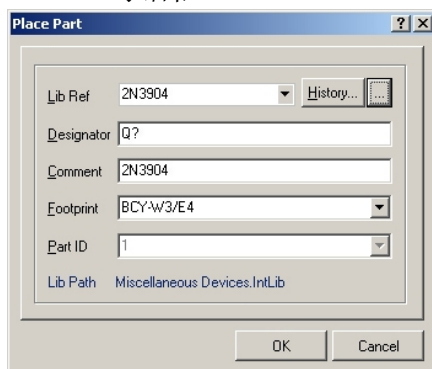

图 2.54 “Place Part”对话框
(1) 执行选单命令 Place\Part 或直接单击连线工具栏上的按钮，即可打开如图 2.54 所示的“Place Part”对话框。